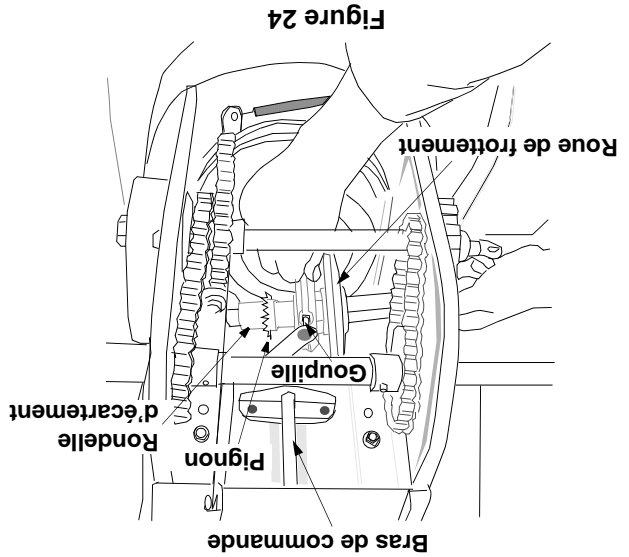

Figure 24
- Positionnez la roue de freinage sur la goupille du levier de vitesses. Voir la Figure 24.
- Tenez la roue de frottement et dégagez l'arbre hexagonal de la machine en le glissant vers le côté gauche. La rondelle d'écartement sur la droite de l'arbre hex. va tomber et le pignon devrait rester accroché dans la chaîne. Voir la Figure 24.